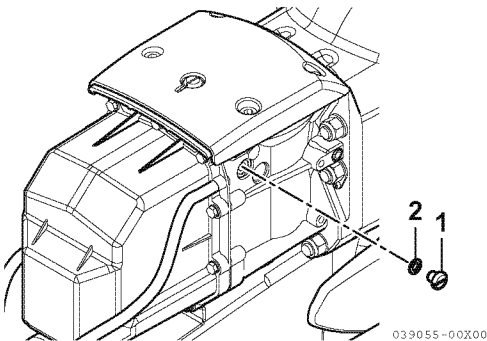

Figura 15
- 1- Retire a válvula de ventilação (1, **Figura 15**) e a vedação (2, **Figura 15**) do óleo.